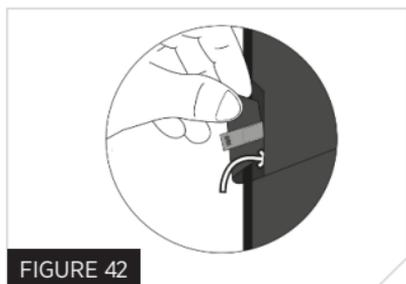

FIGURE 42
21. Rangez la languette de rupture dans le garage de rupture a force de sécuriser le point d'éclatement (Fig. 42).